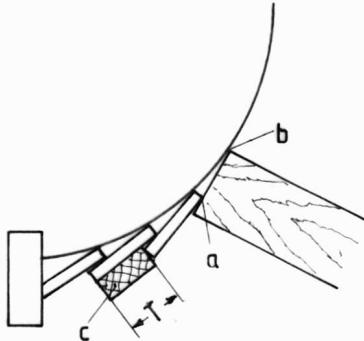
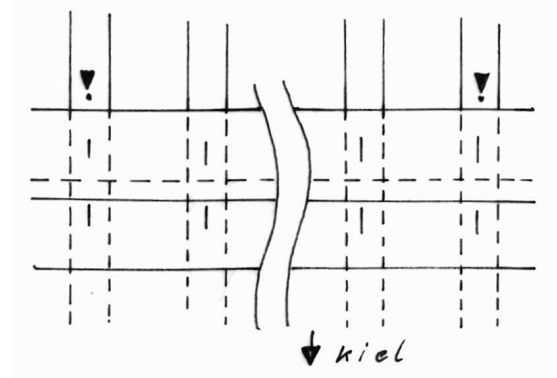

Abb. 18: Kontrolle vor der Befestigung.
Abb. 19: Kennzeichen der Bohrungspositionen.
zu intensivieren und die Aufbauhöhe möglichst gering zu halten, sollte man nach vorheriger Überprüfung mit der Stirnseite eines Plankenstücks die Kanten brechen (Abb. 18). Die Befestigung kommt zustande, indem mit einem 0,5er-Bohrer im Röhrchen oder Stiftenklöbchen aufgenommen - die festzulegende Stelle angebohrt und eine Glaskopfstecknadel eingedrückt. Daß die Bohrung auf Mitte der Spantleiste liegt, ist aus zwei Gründen wichtig: Zum Ersten dient es der Festigkeit und zum Zweiten der Optik des Bootinneren. Das Bohren und Feststecken wiederholt sich im Durchschnitt an jeder Querschnittslinie. Je nach Plankenbiegung etwas enger oder etwas weiter, bis zum Heck. Dort wird die Planke mit etwas Zugabe abgelängt.
Wenn die Planke so richtig schön anliegt, werden die Nadeln gezogen, bis auf zwei Pilotnadeln - eine im ersten und eine im letzten Drittel der Planke. Es empfiehlt sich, die beiden Bohrungspositionen an den Spantleisten gut sichtbar zu markieren (Abb. 19). Die Wichtigkeit dieses Hinweises wird nur jemandem bewußt, der wie der Autor im Fortschrittsfieber alles mit Leim beschmiert hat und dann nach dem vergeblichen Versuch, die beiden Pilotbohrungen zu finden, das Klebzeug wieder abkratzen mußte.
- c. Bei guter Vorarbeit läßt sich jetzt die erste Planke nach dem Fixieren mit den beiden Piloten schnell und sicher befestigen und andrücken. Beim Verlegen der nächsten Planken sollte man, um den gleichen Plankenabstand zu sichern, zusätzlich zu den Markierungen mit einem Leisten mit Teilungsbreite die Maßeinhaltung kontrollieren (siehe Abb. 18). An dieser Stelle ist übrigens die einzige und letzte Gelegenheit, die Mitte der Spantleisten zu markieren (siehe Abb. 19). Wenn die Planken erst mal bis oben liegen, besteht keine Möglichkeit mehr, die genaue Lage der Spantleisten zu finden. Das wiederum heißt, daß die Bohrungen für die Scheinbolzen neben den Leisten austreten können und damit den Innenraum verderben.